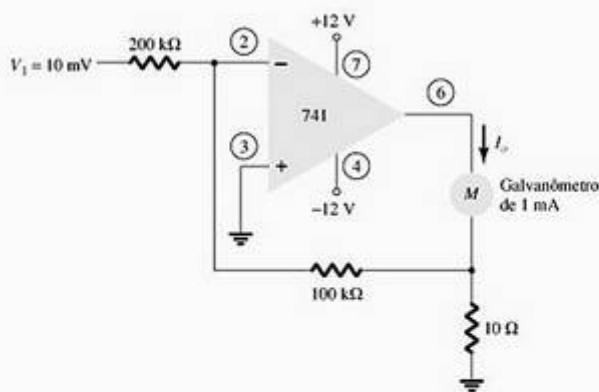

Figura 14.55 Problema 13.
13. Calcule a corrente de saída I_o no circuito da Figura 14.55.